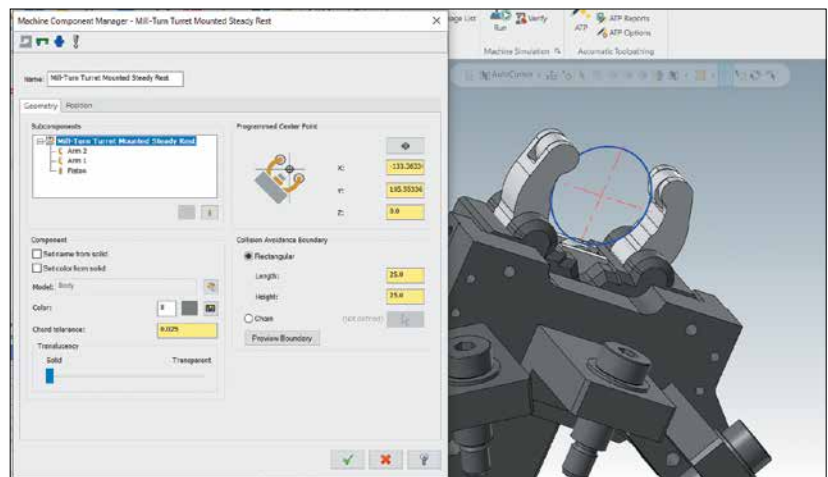

Рис. 14. Задание параметров и элементов люнета
- Новые типы компонентов могут быть указаны как установленные на револьверной головке или как стационарные автономные. Типы подвижных элементов для рычагов и поршней позволяют быстро создавать компоненты с помощью простого модульного подхода (рис. 14).